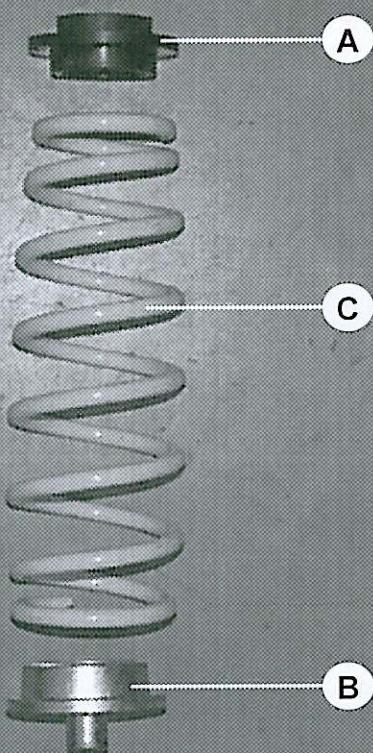

fig.1
4. Platzieren Sie den Federteller **B** am unteren Ende des Niveaufeder **C**. Siehe Fig.1.
- Placez la coupelle **B** sur la partie inférieure du ressort auxiliaire **C**. Voir fig.1.
- Placera fjädersäte **B** på nederänden av hjälpfjäder **C**. Se fig.1.